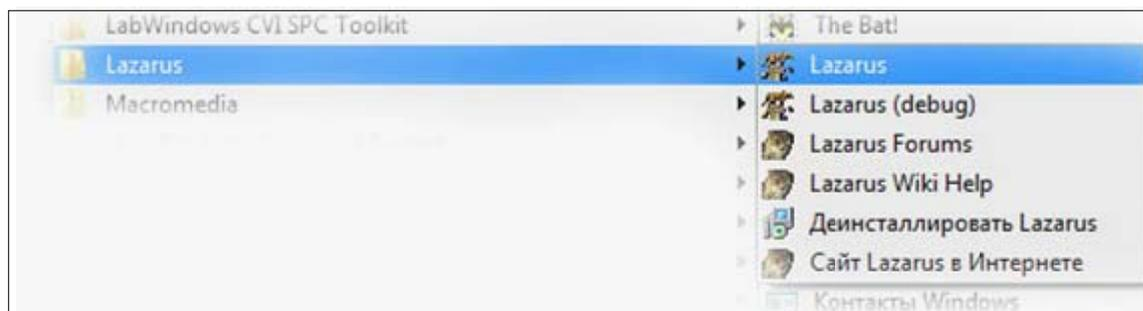

Рис. 28. Меню «Пуск/Программы/Lazarus»
1. Создать проект приложения. Запустите интегрированную среду разработки Lazarus из меню Windows «Пуск/Программы/Lazarus» (рис. 28).